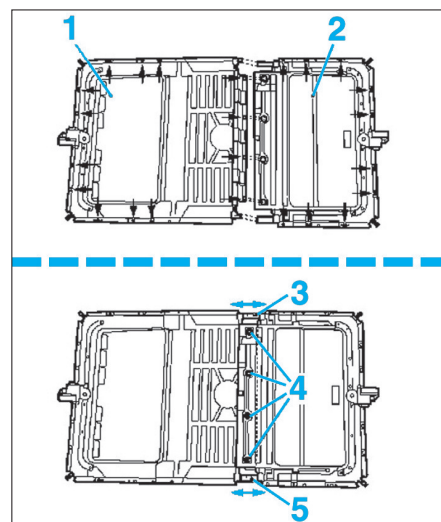

FIG. 32
- les 14 vis de fixation du châssis de toit ouvrant (Fig.32).
- les 4 vis (4) à l'arrière.
- les tuyaux de raccordement en (3) et (5).